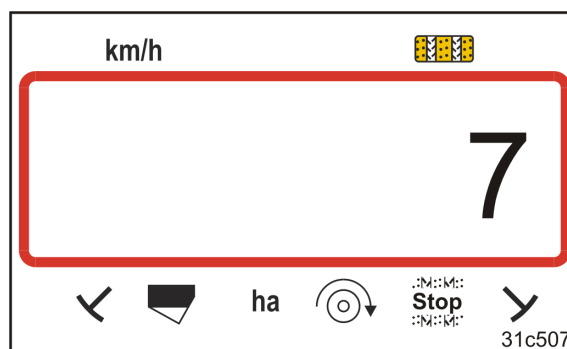

Fig. 24
- Visning: gemt køresporsrytme, f.eks. 7 (Fig. 24).